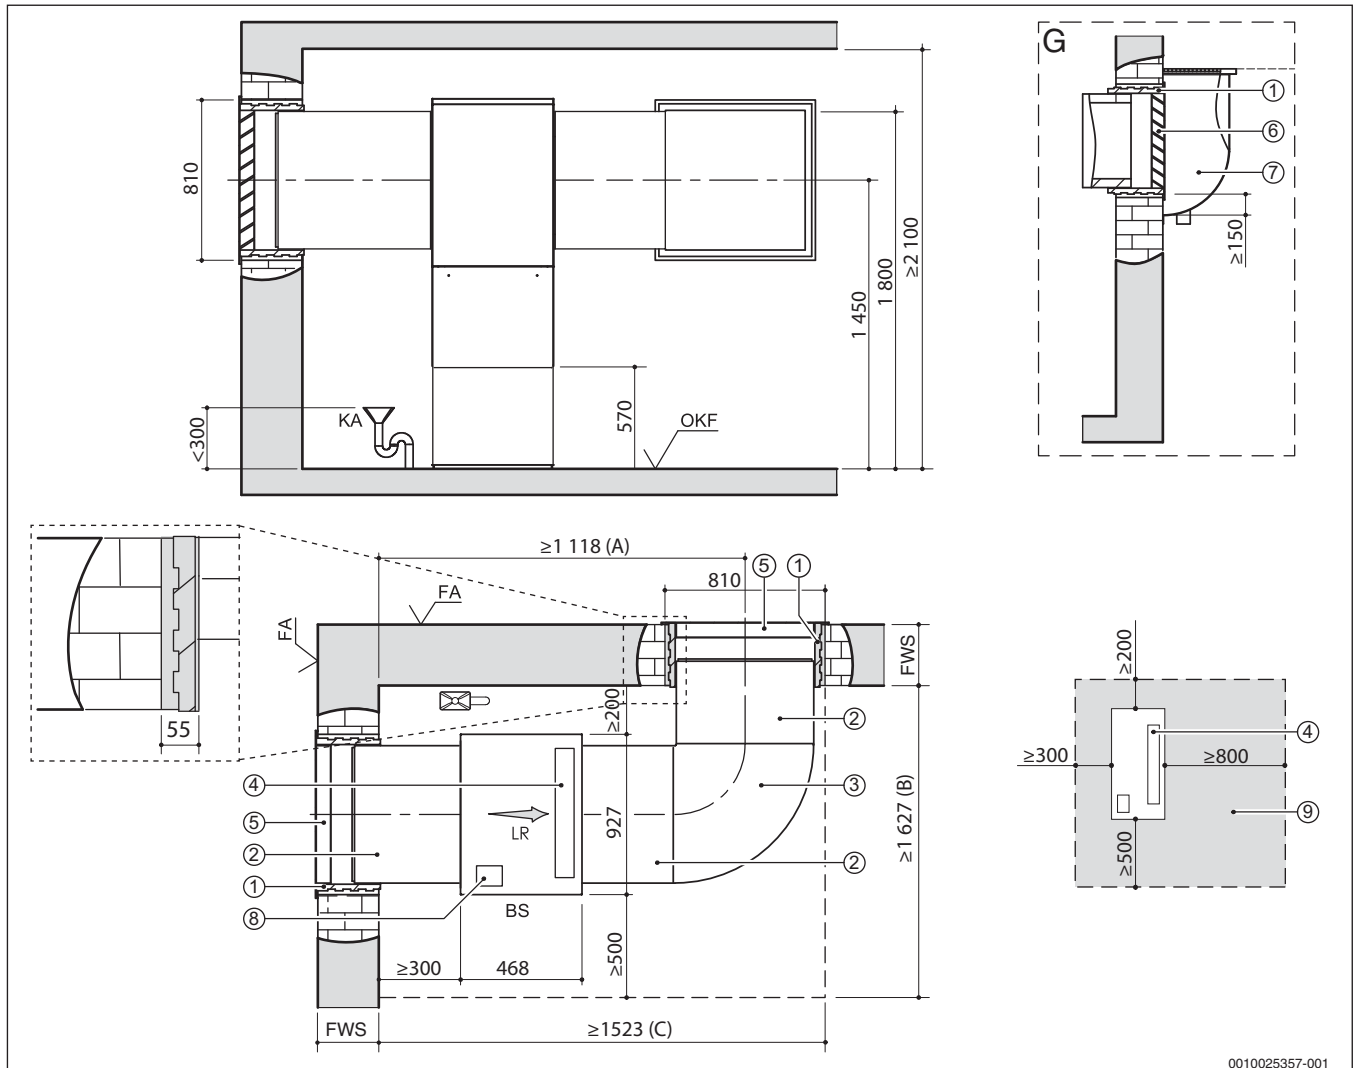
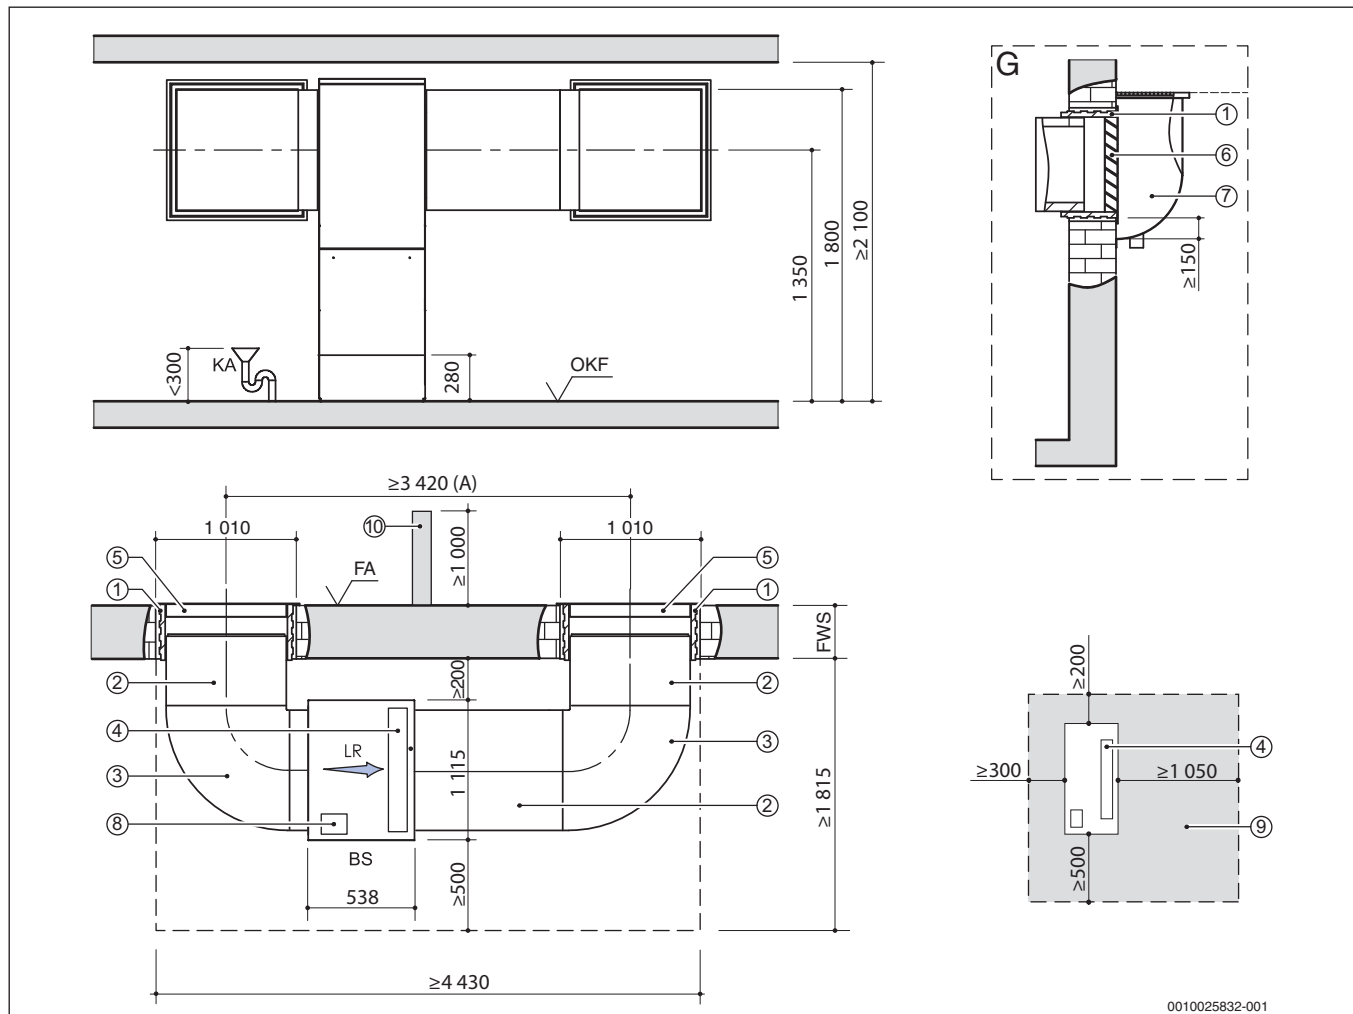

Bild 12 Aufstellplan für WLW196i-6/8 IR mit dem Luftkanalsystem 700 (alle Maße in mm)
Bild 13 Aufstellplan für WLW196i-11/14 IR mit dem Luftkanalsystem 900 (alle Maße in mm)
- Im Aufstellraum muss ein Kondensatablauf vorhanden sein. Die Höhe des Anschlusses ist in den Aufstellplänen eingetragen (→ Bild 12, Seite 7 und Bild 13, Seite 8).
- Kann aus baulichen Gründen die Luftführung nur an einer Gebäudeseite erfolgen, muss ein Luftkurzschluss verhindert werden. Dies kann über eine Trennwand (→ Bild 13 [10], Seite 8) oder durch einen ausreichenden Abstand zwischen den beiden Öffnungen erreicht werden.
- 1450 mm für Wärmepumpen mit 6/8 kW (→ Bild 12, Seite 7)
- 1350 mm für Wärmepumpen mit 11/14 kW (→ Bild 13, Seite 8)
Legende für Bild 12 + Bild 13: